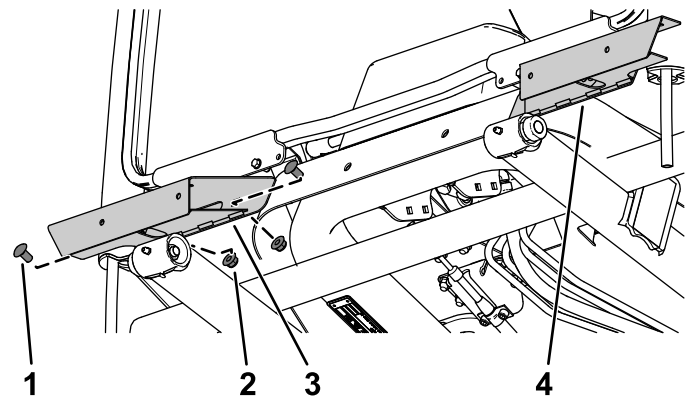

Figure 14
- Fixez la base de l'éclairage gauche et la base de l'éclairage droit sur le cadre de la cabine en utilisant 2 boulons de carrosserie ($\frac{3}{8}$ " x $\frac{3}{4}$ ") et 2 contre-écrous ($\frac{3}{8}$ ") de chaque côté (Figure 14).